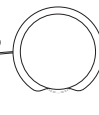

Fig. 18
5. Coloque la línea de corte por detrás del gancho para evitar que se suelte cuando está funcionando (Fig. 18).